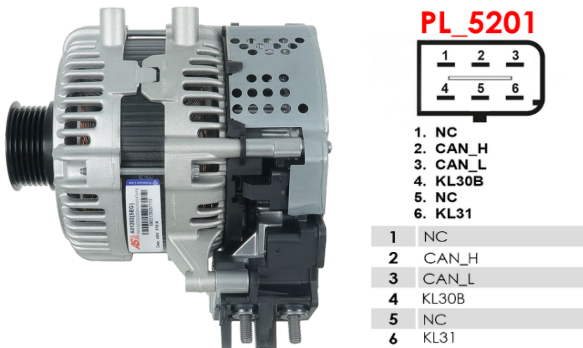

Рисунок 27. Стартер-генератор L1TA-11238 і позначення терміналів у роз'ємі
- 1.1. Як приклад на рис. 27 і таблиці 6 наведено схему підключення стартер-генератора 48 В L1TA-11238.